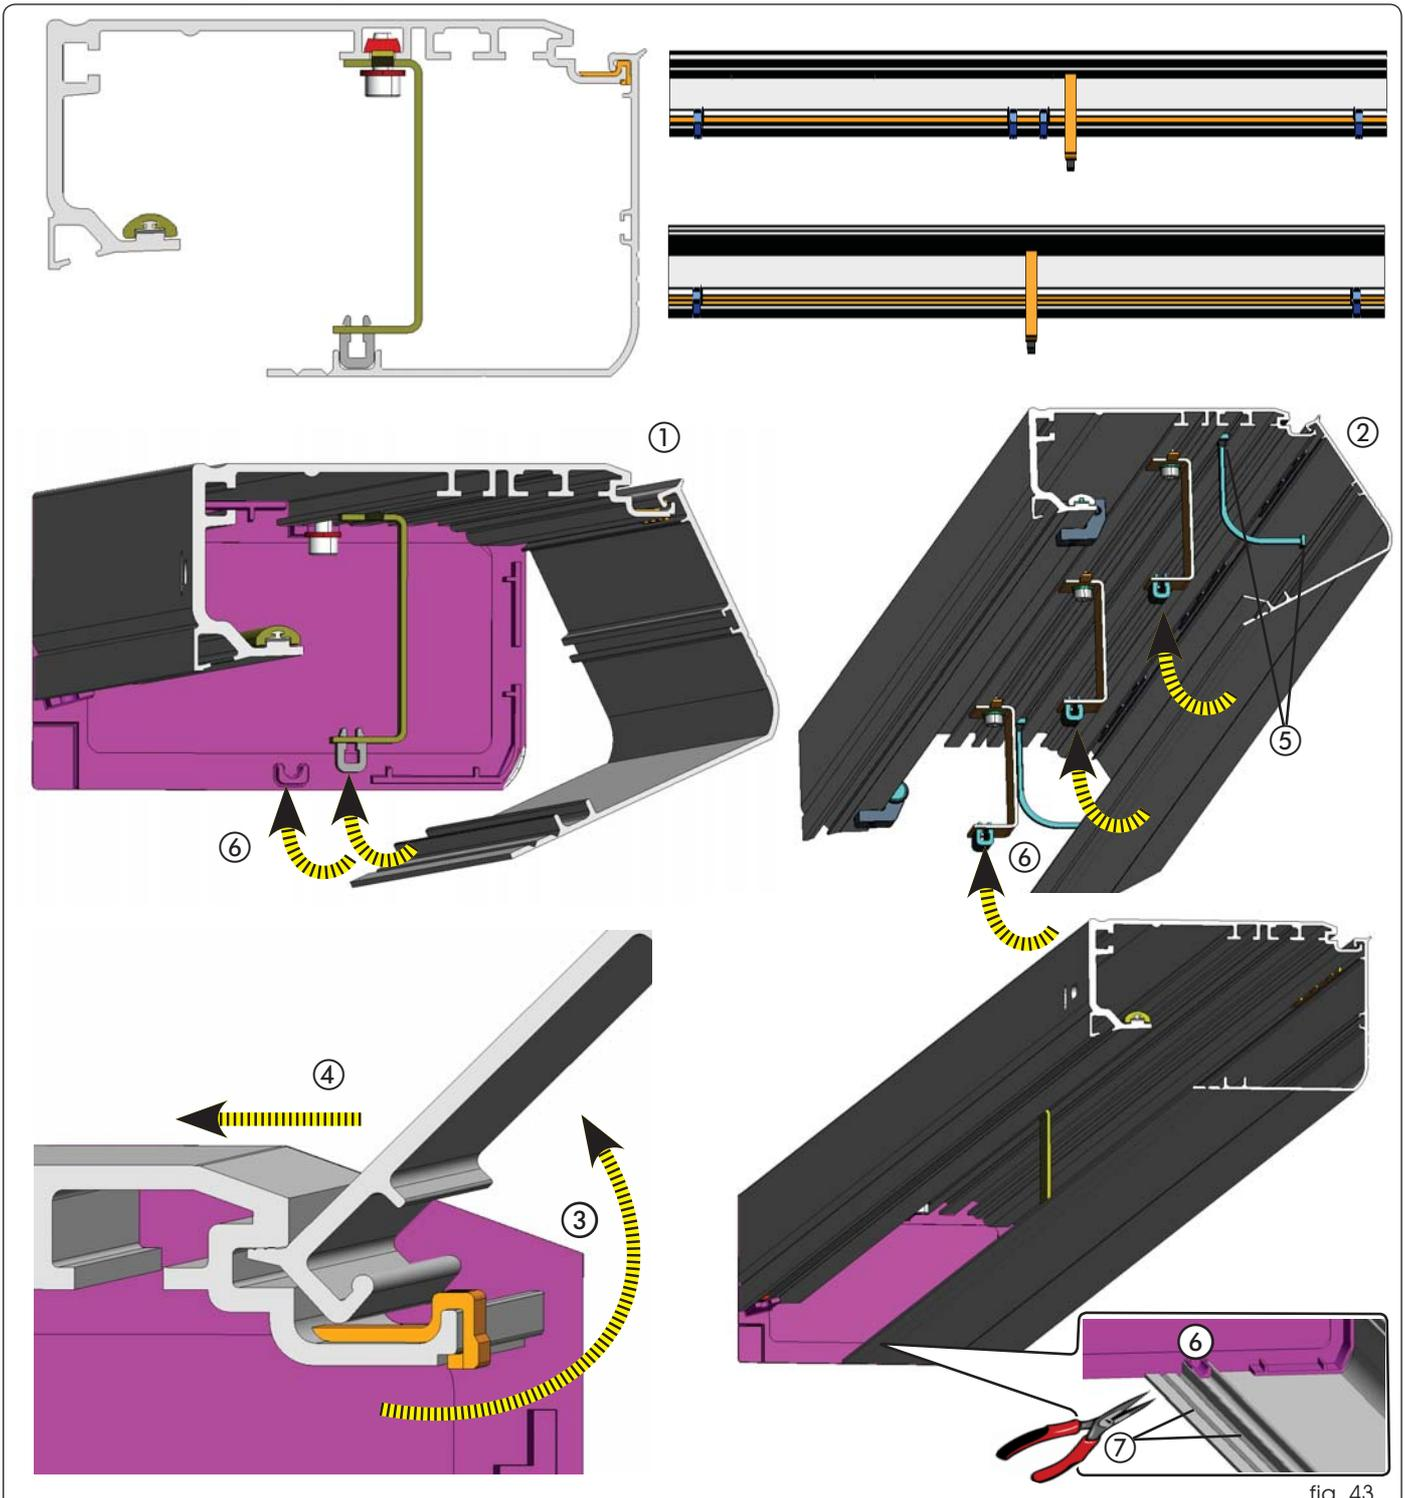

fig. 43
- Poser le carter de fermeture sur les entretoises montées précédemment, d'après la fig. 43 réf. ① ou ②.
- Pour que le carter reste ouvert, le soulever (fig. 43 réf. ③) et le pousser (fig. 43 réf. ④) vers le profil jusqu'à ce que la partie saillante métallique s'encastre dans le siège du profil.
- Fixer les fils parachute au carter dans leurs logements (fig. 43 réf. ⑤).
- Le blocage du carter de fermeture se produit au niveau des deux côtés et de la plaque centrale ou des pattes de fixation (fig. 43 réf. ⑥).
- Le carter de fermeture dispose de rainures pour son adaptation aux différentes épaisseurs de vantail; éliminer la partie excédentaire du profil en le cassant aux endroits indiqués dans la fig.43 réf. ⑦.